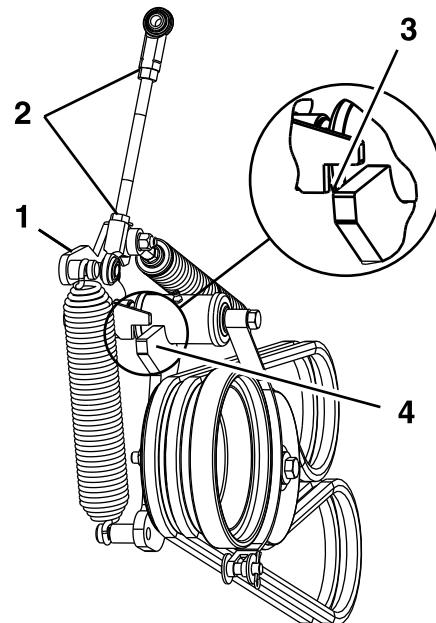

Figura 51
13. Afloje las contratuerca y ajuste el acoplamiento hasta que el extremo superior del brazo de la polea tensora esté alineado con el borde inferior de la muesca del brazo tensor, según se muestra en Figura 51.